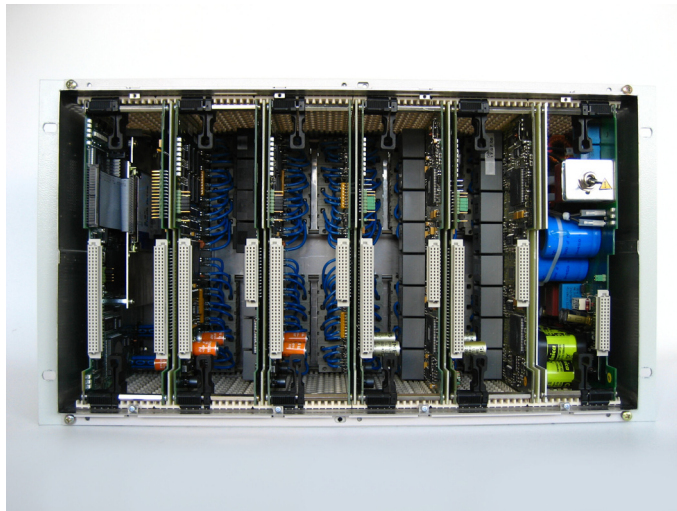

Bild 3-6 Innenansicht des Gerätes ohne Busplatine (Ansicht mit 2,5"-Flash Disk auf der CPU-Baugruppe)
- ❑ Ziehen Sie von den Baugruppen die Busplatine ab und legen Sie diese beiseite (siehe Bild 3-6).